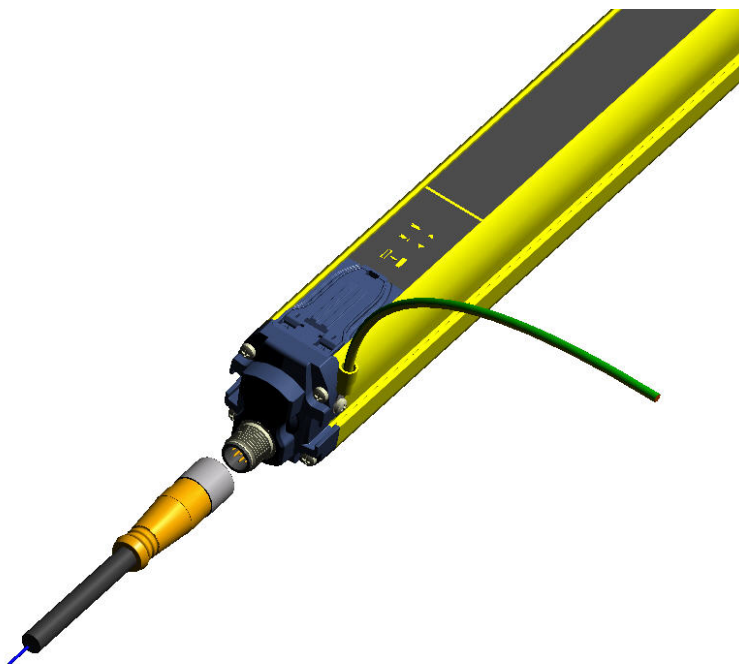

Fig. 12
- Si l'on veut, le boîtier du dispositif peut être relié à la terre en utilisant la vis standard pour la mise à la masse (respecter la configuration de Fig.12).